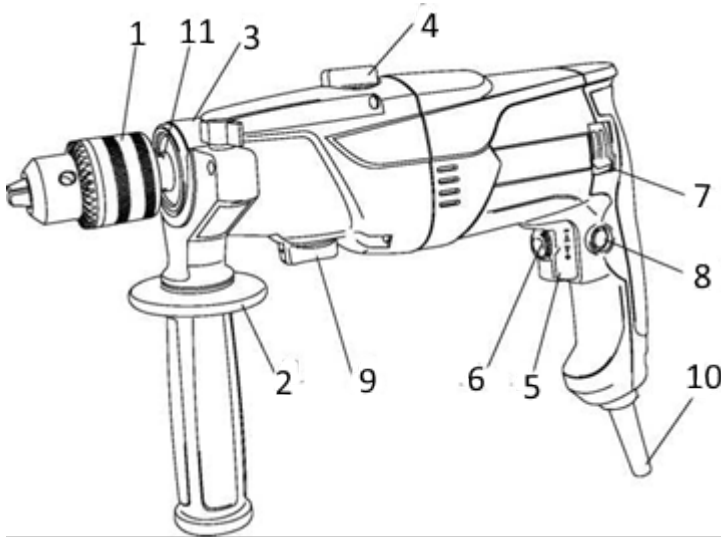

Рисунок 1
Виріб має два режими: свердління і свердління з ударом. Перемикання режимів роботи виробу здійснюється переведенням перемикача (4) (див. рис.1) У крайні позиції до відповідного символу режиму роботи:
- свердління з ударом – кільцевий перемикач (4) повинен бути переведений до символу **T**;
- свердління – кільцевий перемикач (4) повинен бути переведеним до символу **2**
4.2 Виберіть необхідний режим роботи виробу за допомогою перемикачів (4) та (9) (див. рисунок 1). Перемикання режимів роботи виробу здійснюється переведенням перемикача (4) (див. рис. 1) з одного крайнього положення в інше в бік відповідного символу режиму роботи:
- свердління з ударом – перемикач (4) повинен бути переведений до символу **T**;
- свердління – перемикач (4) повинен бути переведений до символу **2**.